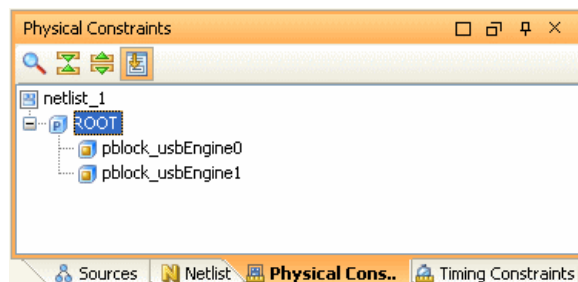

図 7-5： [Physical Constraints] ビューで [ROOT] を選択
1. [Physical Hierarchy] ビューで、[ROOT] またはいずれかの Pblock をクリックします。図 7-5 では、ROOT Pblock が選択されています。